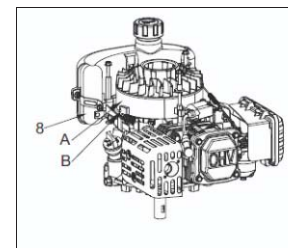

Fig. 12 8. Tanque de combustível A. Volante B. Sistema de travagem
4. Mova a alavanca do motor de arranque (localizada no equipamento) para soltar o travão do volante e verifique se há folga entre o braço do regulador e a controlo de retorno do acelerador quando a alavanca de retorno do acelerador estiver na posição rápida (ou alta). Verifique também se há uma distância mínima de 2 mm entre a tampa e o suporte do cabo do travão. (Ver Fig. 12)